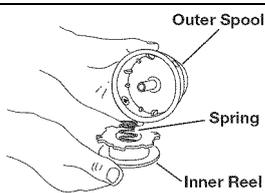

Рис. 14
2. Извлеките внутреннюю катушку из внешней части головки (Рис. 14).
3. Извлеките пружину из внутренней катушки (Рис. 14).
2. Извлеките старую внутреннюю катушку из корпуса головки (Рис. 14).
3. Извлеките пружину из старой катушки (Рис. 14).